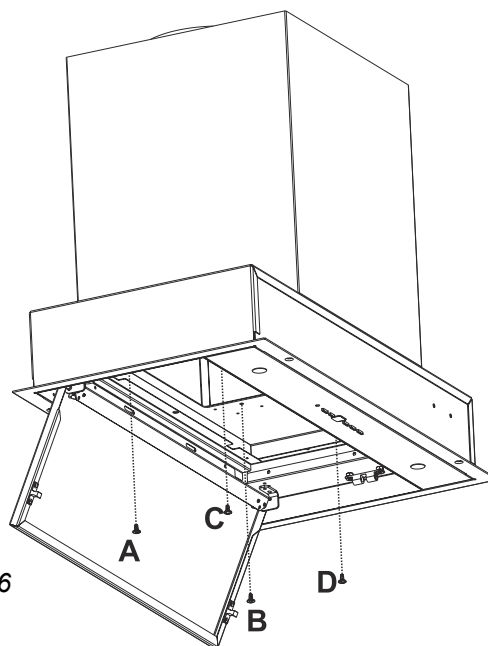

Fig. 16
3. ➔ Skruva ut skruvarna vid punkterna A, B, C & D som håller fast motorskåpet. Ta sedan bort motorskåpet (Fig. 16).